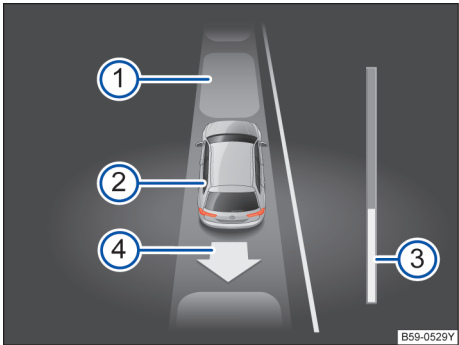

图 156 在组合仪表的显示器中：与车道平行的驶出
→ 图 156 的图例：
7.	倒车，至出现泊车雷达系统的持续警报声。 或：倒车行驶，直到在组合仪表的显示器中出现前进的要求。 进度条→图 156 ③ 表示待行驶距离→第 163 页。